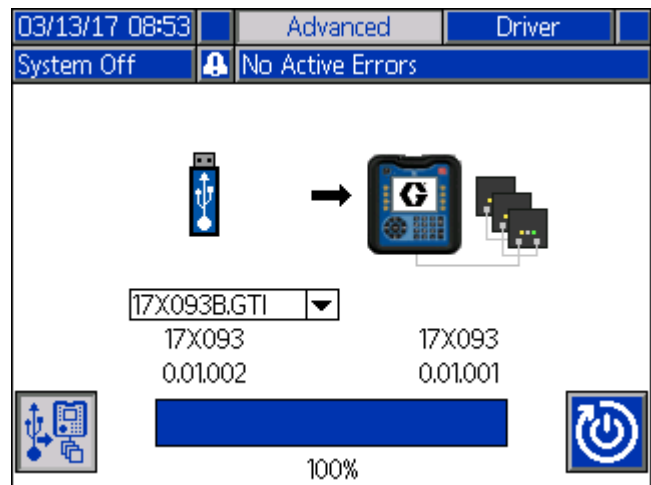

ABB. 12: Softwareübertragung abgeschlossen
8. Wenn die Übertragung abgeschlossen ist, ist der Fortschrittsbalken vollständig blau und 100 % werden angezeigt, siehe **Abbildung 12**. Entfernen Sie USB-Speicher und Token aus dem ADM.